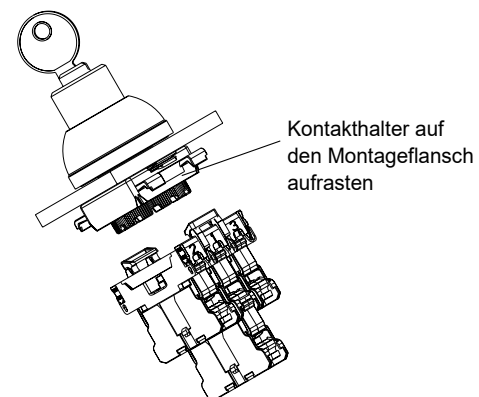

Abb. 3
3. Montage des vormontierten Kontakthalters auf den Montageflansch (siehe Abb. 3): Danach den Kontakthalter auf einer Seite auf den Montageflansch aufrasten. Anschließend ist dieser Vorgang auf der gegenüberliegenden Seite zu wiederholen.